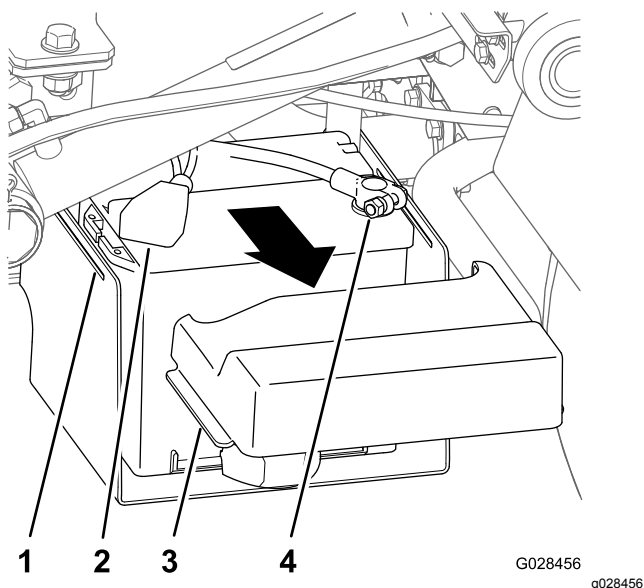

図 15
1. バッテリーカバーを両脇からたわめて、タブをバッテリーベースから外し、カバーを取り外す 図 15。
2. カバーをスライドさせて、バッテリーから、マイナスケーブルを外す。図 15
3. バッテリーのプラス端子からケーブルを外す (図 15)。